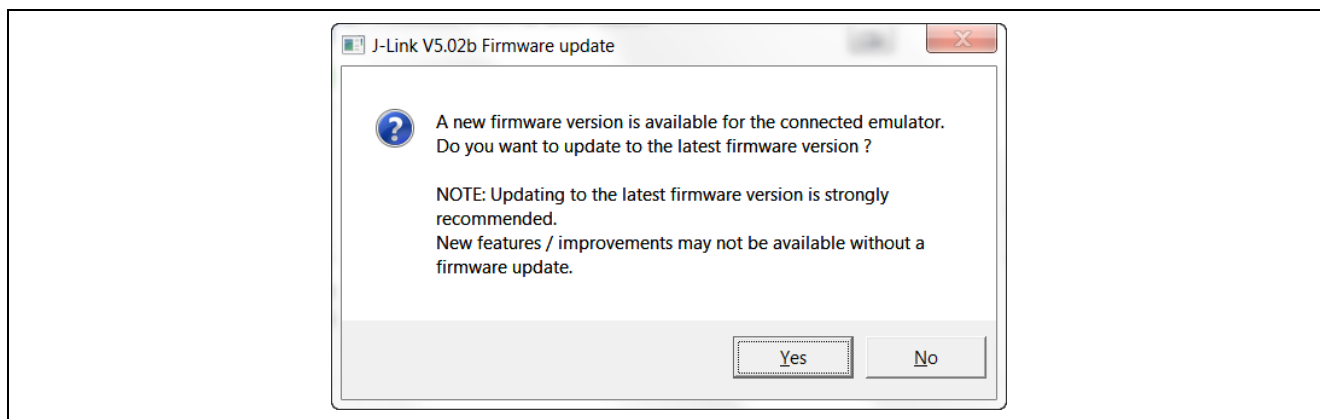

図 7 J-Link の更新
注：[J-Link firmware update]ダイアログボックスが表示された場合は、[Yes]をクリックすることを強くお勧めします。ファームウェアを更新すると、プログラミングエラーが発生することがあります。その場合.bat ファイルを再度ダブルクリックしてください詳細は図 7 を参照してください。
6. ファイルの Program_AE_CAP1_S124_BWS_UART_Monitor_App.bat をダブルクリックします。詳細は図 7 を参照してください。
注：[J-Link firmware update]ダイアログボックスが表示された場合は、[Yes]をクリックすることを強くお勧めします。ファームウェアを更新すると、プログラミングエラーが発生することがあります。その場合.bat ファイルを再度ダブルクリックしてください。このステップの詳細は図 7 を参照してください。